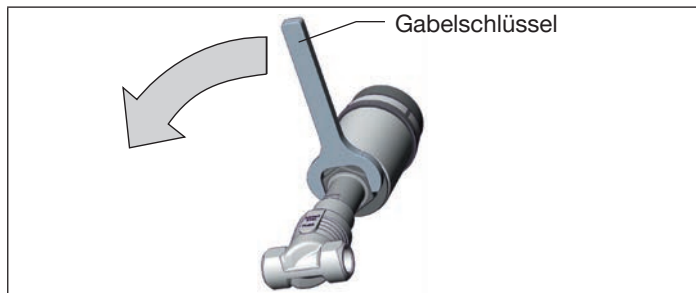

Bild 8: Drehen mit Gabelschlüssel
- ▶ Den Antrieb **nur im vorgegebenen Richtungssinn** drehen (siehe „Bild 8“)!